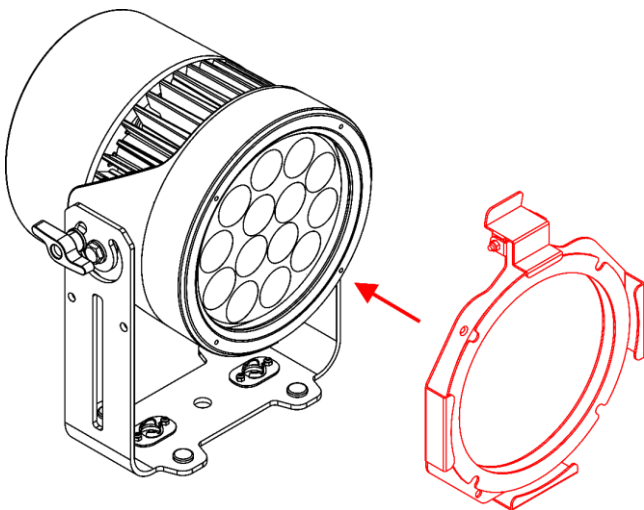

Fig. 07
- 01) Coloque soporte de accesorios en la lente de la unidad Raccoon (Fig. 07).